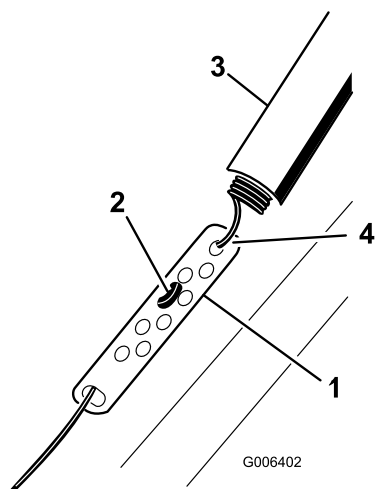

Figure 9
1. Remontez la protection du ressort et décrochez le ressort de la bielle de réglage (Figure 9).
2. Accrochez le raccord en Z à un trou plus haut ou plus bas sur la bielle de réglage de manière à obtenir un écart de 2 à 3 mm (1/16 à 1/8 po.) entre la barre de commande et le guidon (Figure 9).